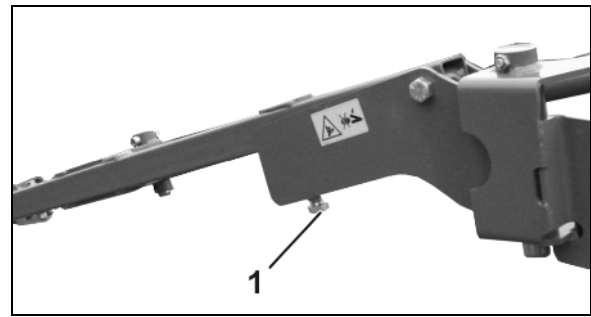

Fig. 95
- Größere Arbeitstiefe des Spuranreißers einstellen: Schraube (Fig. 95/1) weiter **herausdrehen** und mit Mutter kontern.
- Geringere Arbeitstiefe des Spuranreißers einstellen: Schraube (Fig. 95/1) weiter **hineindrehen** und mit Mutter kontern.